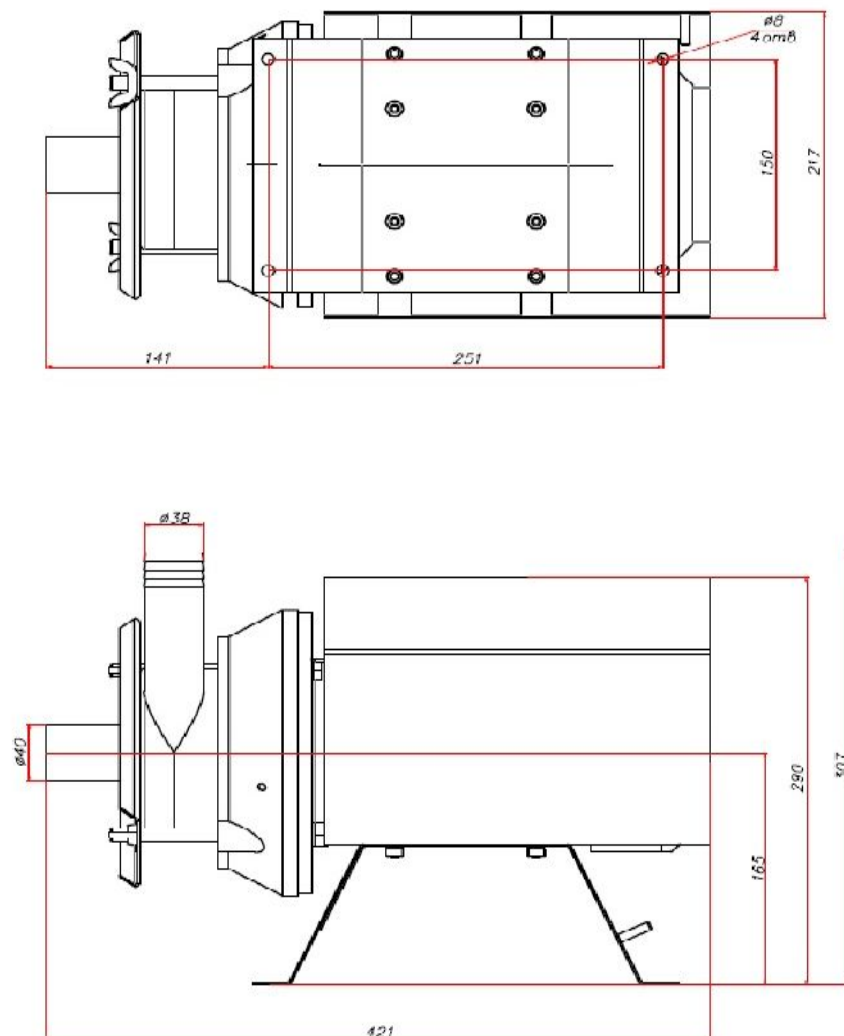

Рис.3 Основные и присоединительные размеры
5.2 Насос установить и закрепить на кронштейне или полу в горизонтальном положении (основные и присоединительные размеры указаны на рис. 3). Для обеспечения предотвращения уменьшения подачи жидкости из емкости в рабочую камеру насоса шланг А должен быть армированный с рекомендуемой длиной до 10м. Ось входного патрубка насоса должна находиться ниже оси выходного патрубка емкости, из которой происходит откачка жидкости. Прогиб шланга А выше уровня жидкости не допускается. Рекомендуемая длина напорного шланга Б до 20 м.